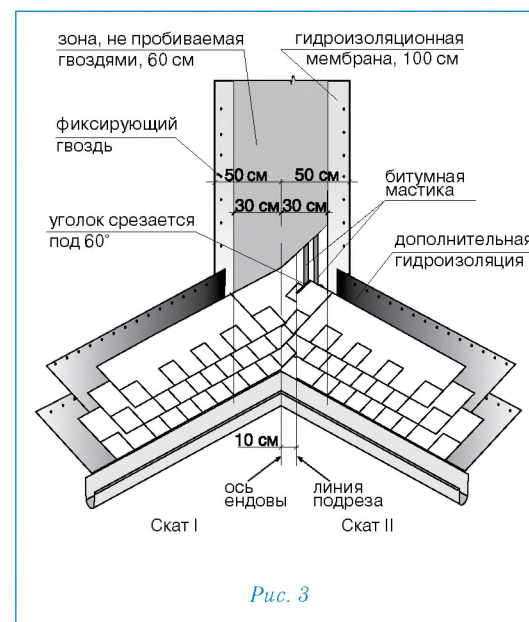

Рис. 3
Ендова (рис. 3)
- лист, подходящий к ендове со ската II, должен доходить до линии подрезки и обрезать по ней. Верхний уголок обрезанного края листа подрезается под углом 60° (5x3 см — рис. 3);